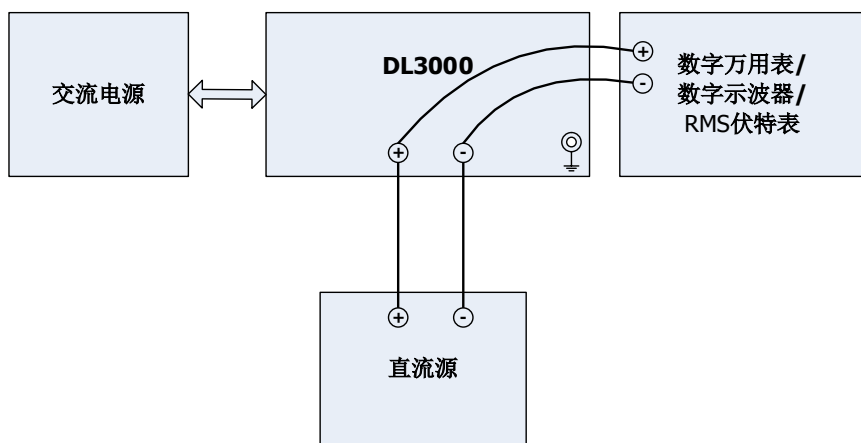

图 2-2 恒压测试连接
执行测试之前，请根据所在国家的市电电压值，通过电子负载后面板“电压选择器”选择合适的电压（本手册中的测试均以选择 230 Vac 为例）。在常温（25°C左右）状态下，使用“推荐的测试设备”一节所推荐的设备按图 2-2 所示进行连接。测试过程中，请根据电子负载后面板“电压选择器”已选择的电压设置交流电源的电压值。
1. 关闭 DL3031A，按照图 2-2 所示连接 DL3031A、交流电源、直流源和数字万用表（请注意 DL3031A 的通道输入端子和数字万用表的连接方法），并使用 USB 数据线通过电子负载后面板的 USB DEVICE 接口将电子负载与计算机相连。